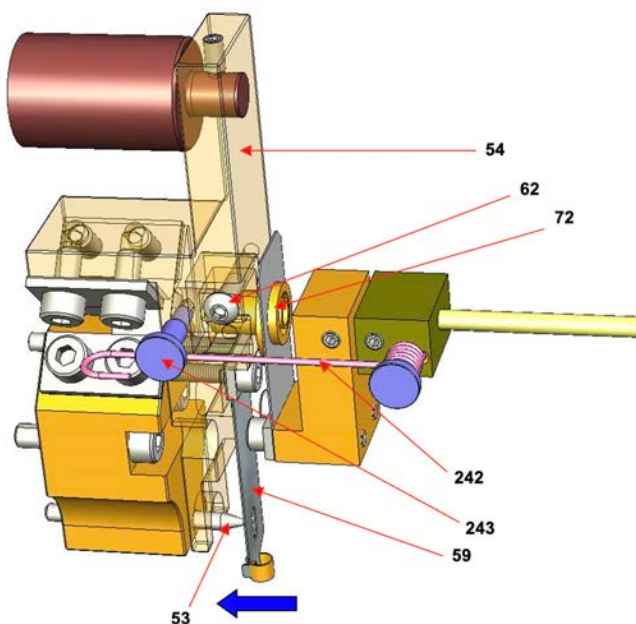

Figura 16
- d) Olhe através do orifício lateral e verifique se a extremidade de acoplamento do parafuso (62) da barra (54) está solta e se o braço de mola (242) está desengatado do pino especial de (243). Através do orifício de 3/4" NPT na parte inferior da caixa, empurre a lamela (59) da esquerda para a direita com o dedo para verifique se é possível mover a viga (54). O valor exibido deve variar em conformidade. **O pino (72) deve rodar livremente dentro da extremidade de acoplamento da barra.**
- e) Observe o mecanismo através do orifício lateral, e indexe o orifício oval da lamela flexível em direção ao pino especial de extremidade cônica (53), dobrando a lamela (59) em direção à frente da caixa (consulte a Figura 16). O valor lido no LCD deve estar entre -5% e +5%.
- f) Enquanto segura a lamela (59) nessa posição, aperte levemente, mas com firmeza, o parafuso (62) com uma chave Allen de 2,5 mm.